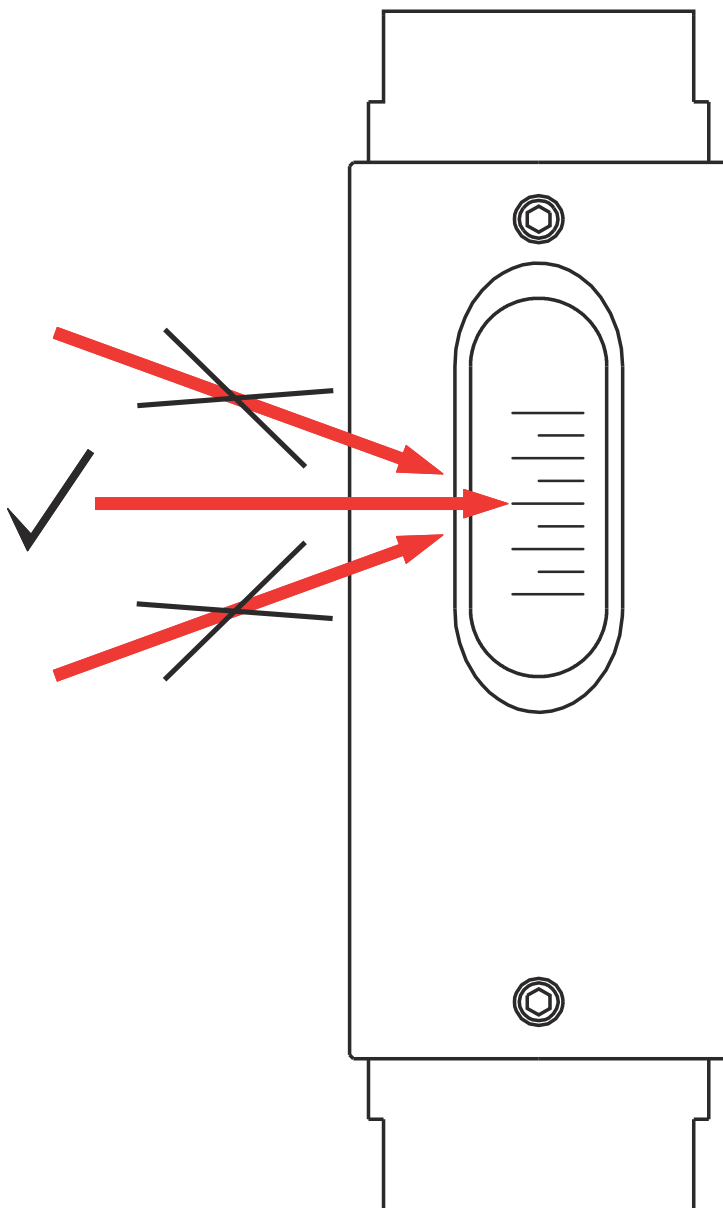

Abb. 34: Messskala ablesen
2. ➤ Geradeaus auf die Messskala blicken (Abb. 34, mittlerer Pfeil). Durch einen Blickwinkel von oben oder unten kann der Ablesewert verfälscht werden